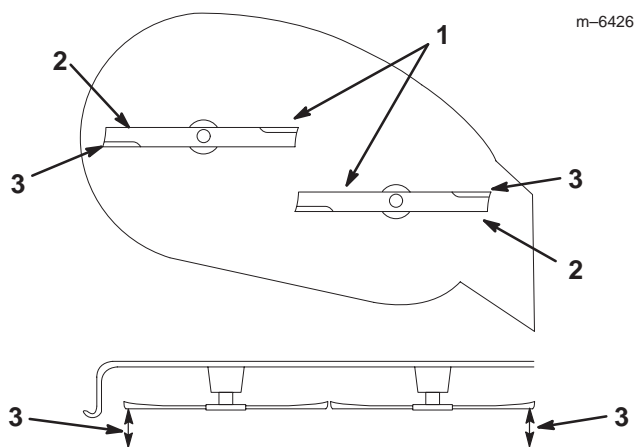

Figure 39
5. Tournez prudemment les lames pour qu'elles soient parallèles dans le sens transversal (Fig. 39). Mesurez la distance entre les tranchants extérieurs et le sol plat (Fig. 39). Si les deux mesures diffèrent de plus de 5 mm, l'horizontalité transversale doit être réglée (voir les points 6 à 8).